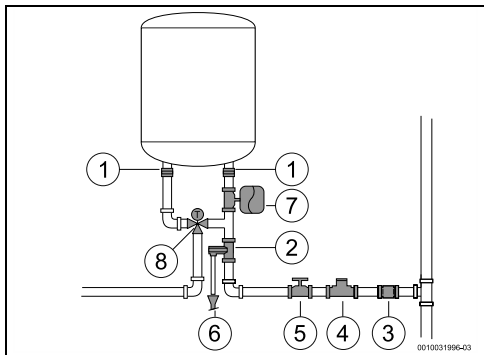

Fig. 11 Ligação de água
- ▶ Fechar a válvula de corte de água (→ Fig. 11, [5]).
- ▶ instalar uma válvula redutora (Fig. 11, [4]). A válvula de descarga vai atuar sempre que a pressão da água no aparelho for superior a 8 bar ($\pm 0,5$ bar), pelo que é necessário prever uma forma de canalizar o escoamento dessa água.
- ▶ instalar um vaso de expansão (Fig. 11, [7]) para evitar que a abertura da válvula de descarga seja tão frequente. O volume do vaso de expansão deve ser o equivalente a 5% do volume do aparelho.